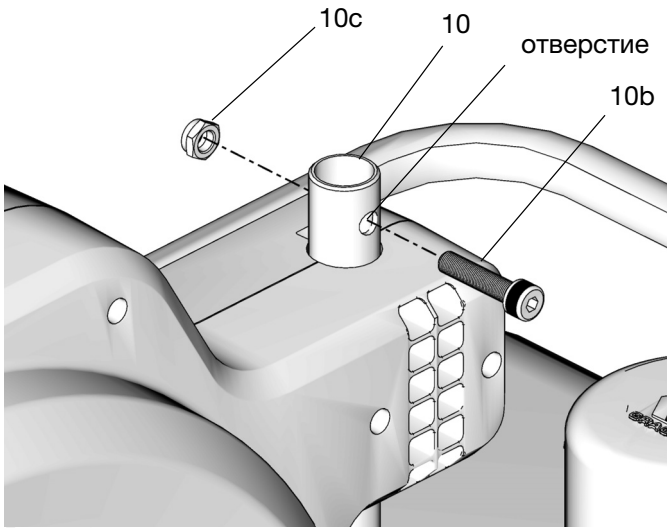

Рис. 18
4. Вставьте винт (10b) в отверстие, расположенное на кронштейне катушки (10), и закрепите его гайкой (10c) так, чтобы надежно зафиксировать катушку для шланга (Рис. 18).